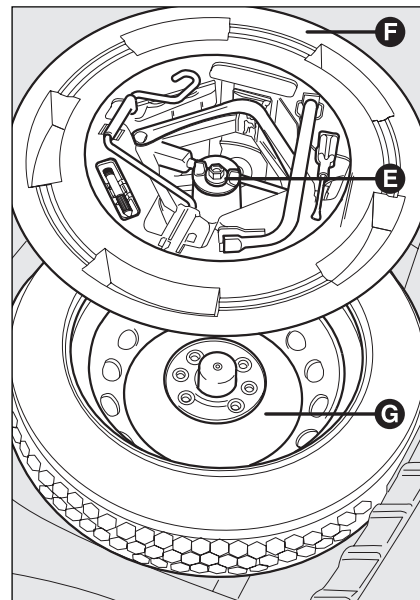

Рис. 10
- Уложите запасное колесо-докатку **G**, **рис. 10** в соответствующую нишу багажного отсека